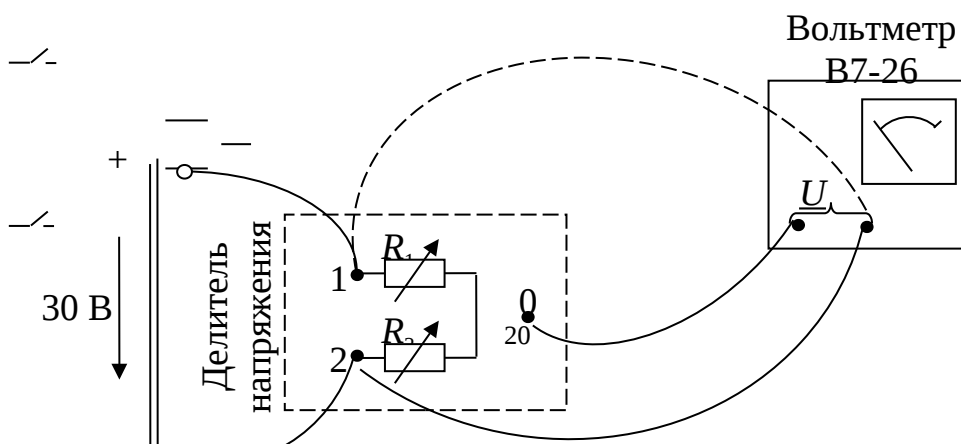

Рис. 1.8. Схема установки при измерении постоянного напряжения
2.3. Собрать схему измерительной установки, представленную на рис. 1.8.